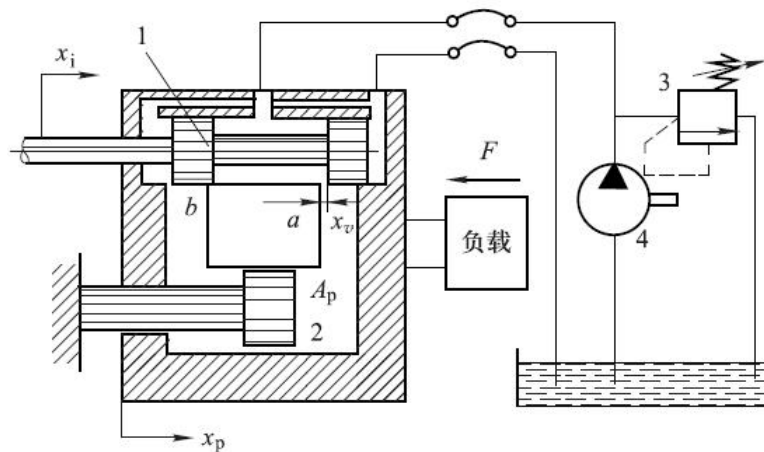

图 8-2 液压伺服系统
**反馈闭环控制：**以滑阀-液压缸系统为例，输入位移( $x_i$ )与输出位移 ( $x_p$ ) 通过机械连接形成负反馈（图 8-2 解析）。